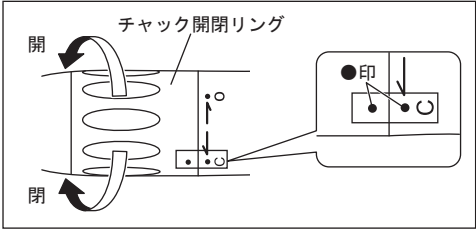

図 2
- バーを固定した後、チャック開閉リングの●印があることを確認してください（図2）。●印がずれた位置で回転させるとハンドピースが発熱し、火傷をすることがあります。